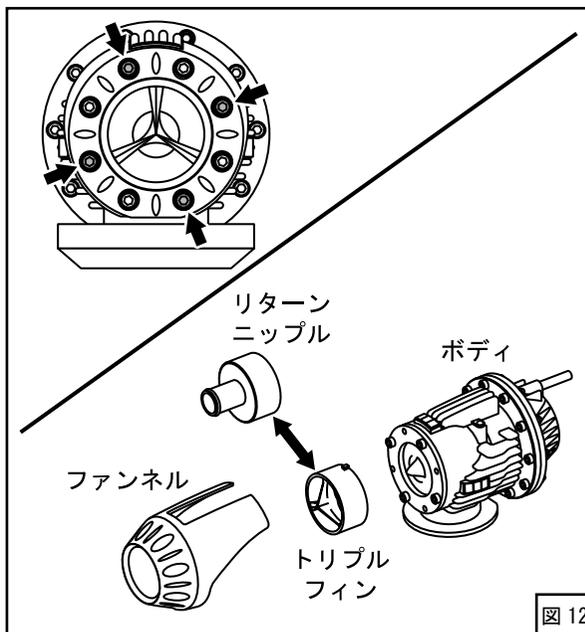

図12
(4) ブローオフアッセンブリのトリプルフィンをリターンニップルに交換してください。(図12)